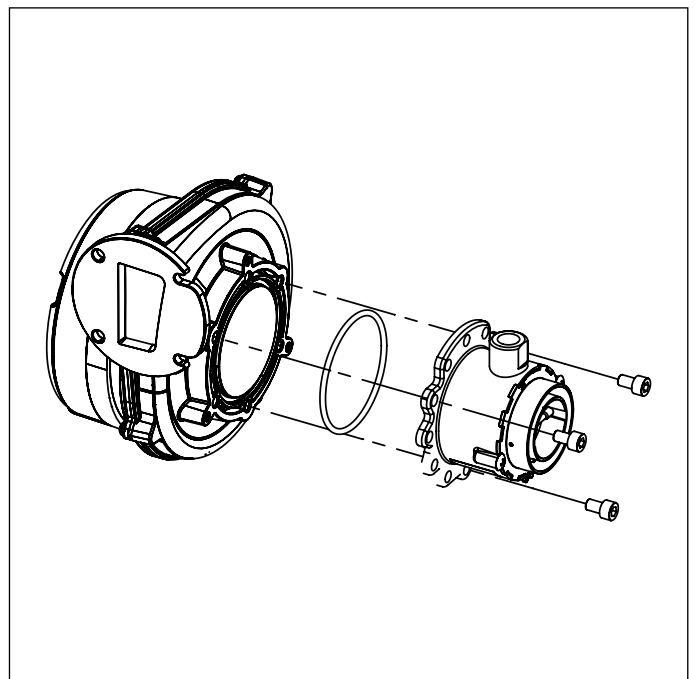

Fig. 37 Mezclador
- Quitar el mezclador desatornillando los tres tornillos Allen (ver Fig. 37 Mezclador).